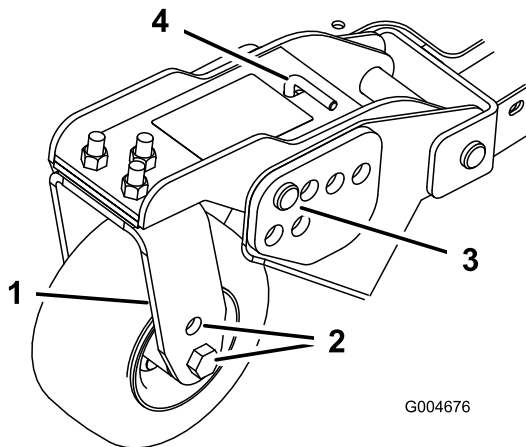
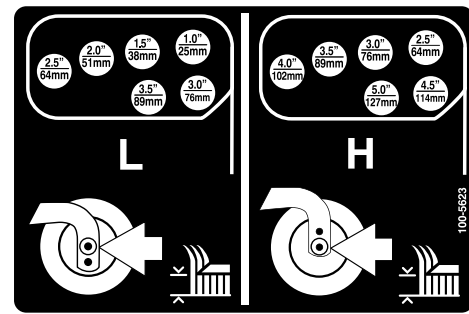

Figura 20
Figura 21
- Coloque os eixos da roda giratória nos mesmos orifícios em todas as forquilhas da roda giratória (Figura 18 e Figura 20).
- Retire o contrapino tipo grampo e os pinos de segurança dos braços articulados da roda giratória (Figura 20).
- Rode a barra tensora para levantar ou descer o braço articulado, até os orifícios se encontrarem alinhados com os orifícios da altura de corte desejados, na estrutura da plataforma do cortador (Figura 20 e Figura 21).